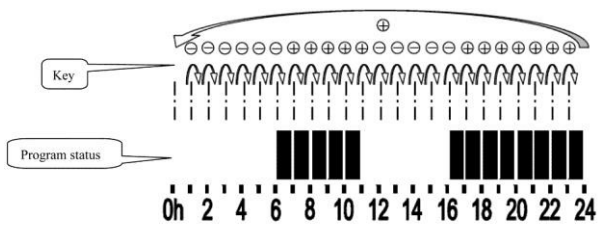

fig. 6
- Das Gerät darf auf keinen Fall abgedeckt werden, um eine gefährliche Überhitzung zu vermeiden. **(Fig. 6)**
2 : Wenn die Minutenanzeige blinkt, kann der Benutzer durch Drücken der Taste „Mode“ mit der Einstellung des Programms für den Montag fortschreiten und die Stelle „Uhrzeit 0“ beginnt zu blinken. Der Benutzer kann mit den Tasten „Plus“ oder „Minus“ die „Comfort Temperature“ oder „Night Temperature“ auf die aktuelle Uhrzeit einstellen (durch Drücken der „Plus“-Taste wird erscheint die Stelle, um anzugeben, dass zur aktuellen Uhrzeit die „Comfort Temperature“ aktiviert wird, durch Drücken der „Minus“-Taste verschwindet die Stelle, um anzugeben, dass zur aktuellen Uhrzeit die „Night Temperature“ aktiviert wird). Anschließend blinkt die Stelle der darauf folgenden Stunde auf die gleiche Weise für die Einstellung. Nach erneutem Drücken der Taste „Mode“ wird der Folgetag angezeigt und der Benutzer kann die Betriebsmodi für die Stunden von 0 – 23 auf die gleiche Weise einstellen. (Fig 6)